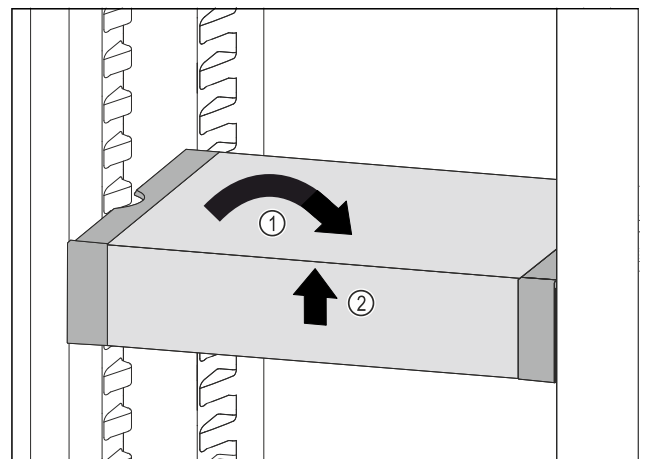

Fig. 96
- ▶ 将 VarioSafe 放平。Fig. 96 (1)
- ▶ 抬起 VarioSafe 前部。Fig. 96 (2)